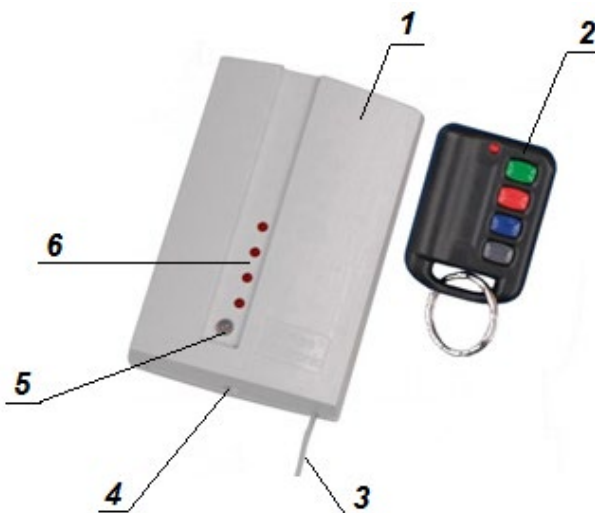

Рисунок 1. Внешний вид СН-4-НС
Изделие состоит из радиоприемника с внешним питанием 12 В пост. тока и передатчика, выполненного в виде миниатюрного брелока с четырьмя кнопками и питающегося от встроенной батареи GP23A-12В (см. рис. 1).
1. Снимите лицевую панель приемника (1). Предварительно наполовину открутите установочный винт (4), см. рис. 1.